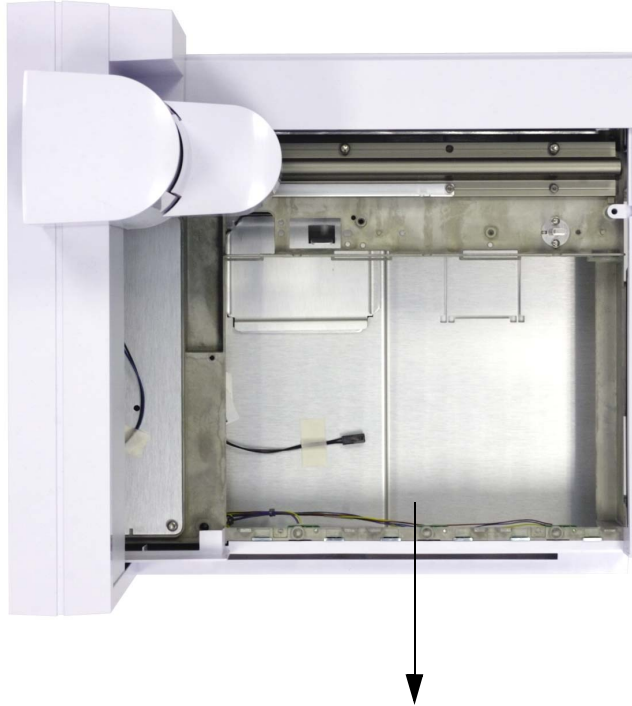

Abb. 43 Entfernen der Probentelleraufnahmeplatte
- 24** Entfernen Sie die Probentelleraufnahmeplatte, indem Sie die Vorderkante der Platte anheben und sie zur Vorderseite des Probentellers hin herausziehen. Die Aufnahmeplatte gleitet heraus (Abb. 43).